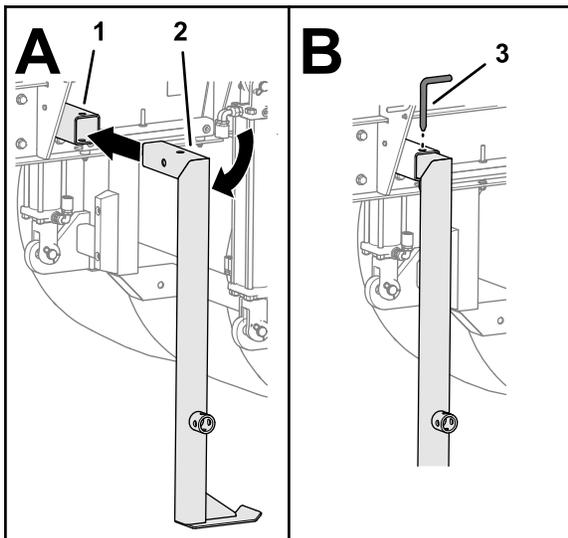

图 23
5. 向下旋转后千斤顶支柱并将其插入支柱管图 23。
6. 将千斤顶支柱与支柱管中的孔对准然后用千斤顶支柱销固定支柱图 23。